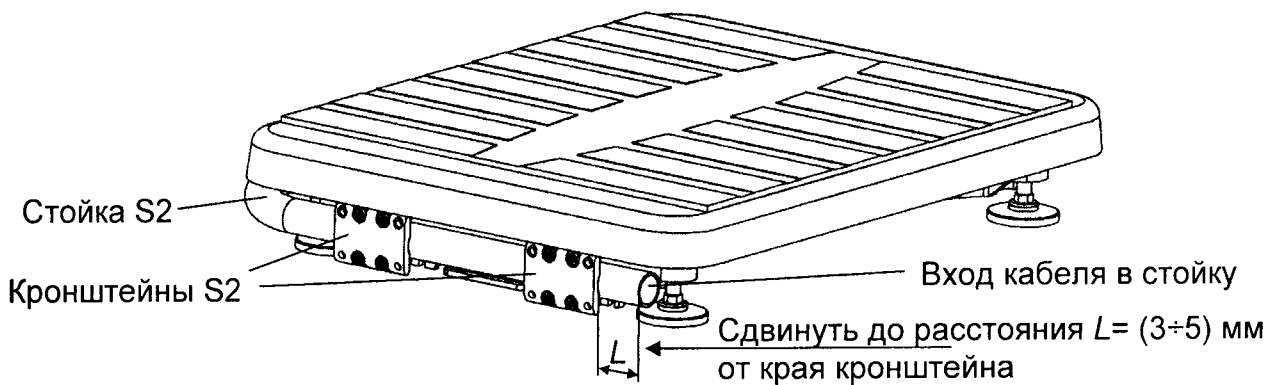

Рисунок 6 - Крепление круглой вращающейся стойки к основанию весовой платформы
- в основании весов сдвинуть стойку в направлении указанном стрелкой (рисунок 6), обеспечив расстояние $L = (3 \div 5)$ мм от ее края до края кронштейна;
- излишек кабеля на входе в стойку (рисунок 6) заправить внутрь стойки.